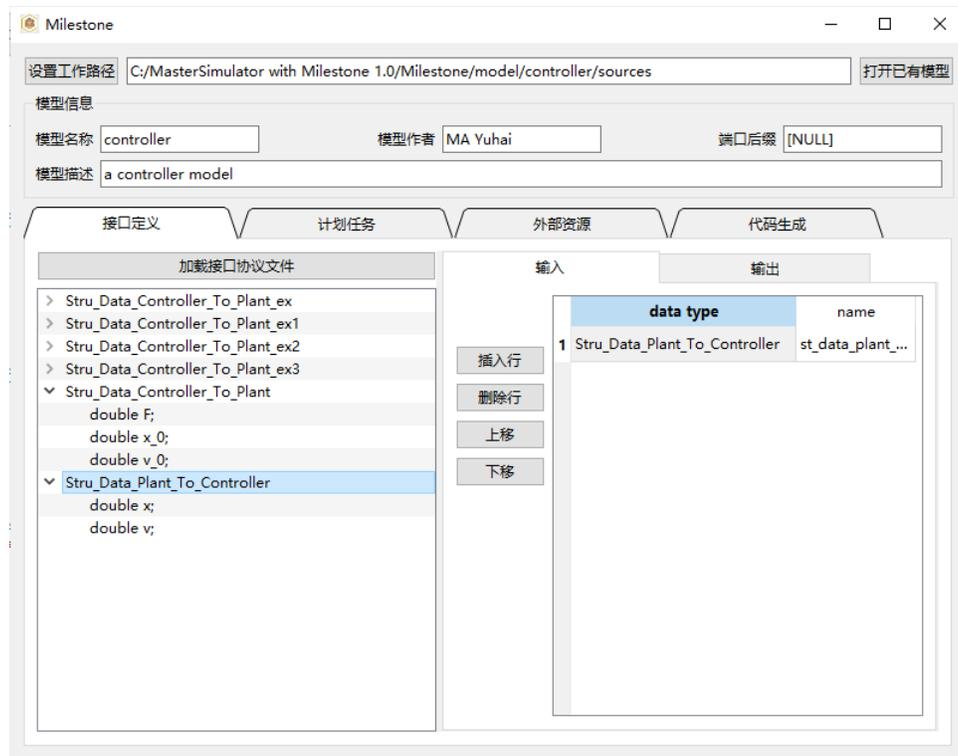

图 4.4: 拖动结构体定义到输入
- 从左侧列表解析出的接口数据结构中，点选拖动结构体定义到右侧输入、输出接口定义区域，如图 4.4。